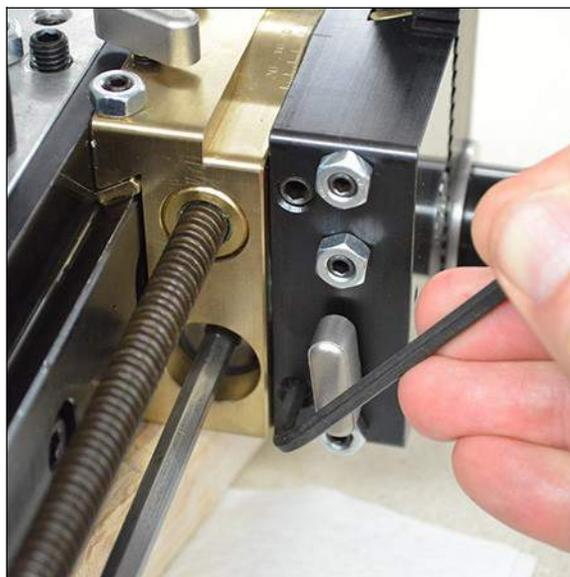

FIGURE 3-28. DESSERRER LES VIS DE BLOCAGE SU PIVOT
1. Avec une clé hexagonale de 4 mm, desserrer les vis du verrou de pivot sur le côté de la vis de blocage du lardon d'entraînement de la tête de l'outil (Figure 3-28) de deux tours complets.